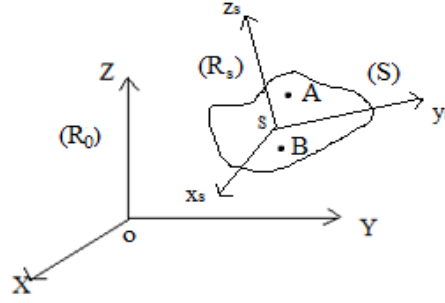

Figure IV.6
Considérant un repère fixe  $R_0(O, x, y, z)$  et un repère mobile  $R_S(s, x_s, y_s, z_s)$  relié au solide indéformable (S) qui est en mouvement par rapport à  $R_0$ . Soit A et B deux points de ce solide (Figure IV.6) :